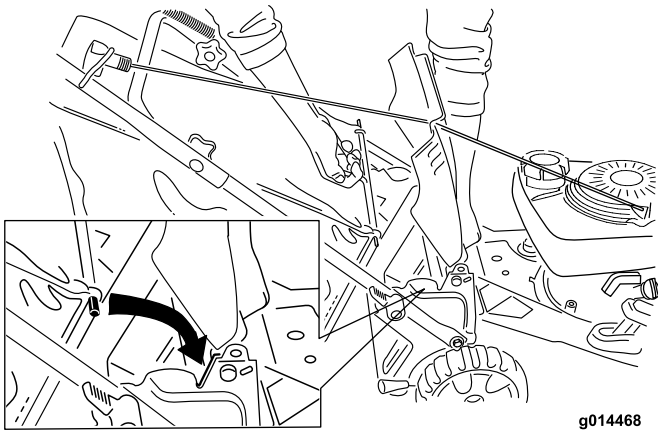

Figuur 20
2. Plaats de grasvanger; zie De grasvanger verwijderen \(bladz. 13\) en zet de grasvanghendel in de opvangmodus (Figuur 20).
Opmerking: Als de grasvanger op de machine zit, moet u die verwijderen alvorens de achteruitworp te gebruiken; zie De grasvanger verwijderen \(bladz. 13\). De grasvanghendel moet in de **grasvang**modus staan (Figuur 20).